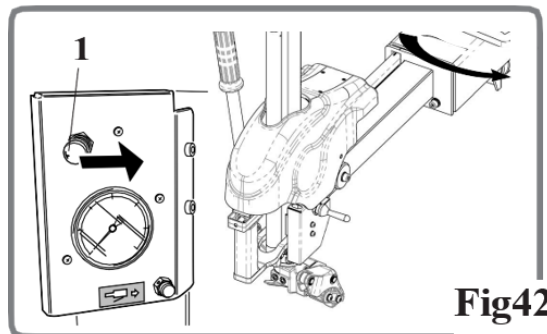

Fig42
- Før værktøjshovedet i arbejdsposition (1, Fig42).